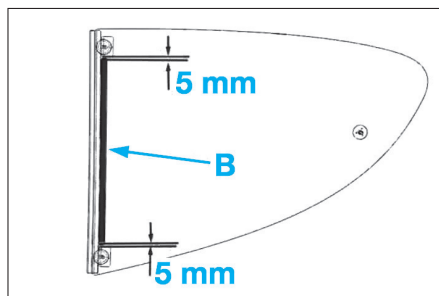

FIG. 27
- Appliquer un cordon de colle comme illustré (Fig.27).